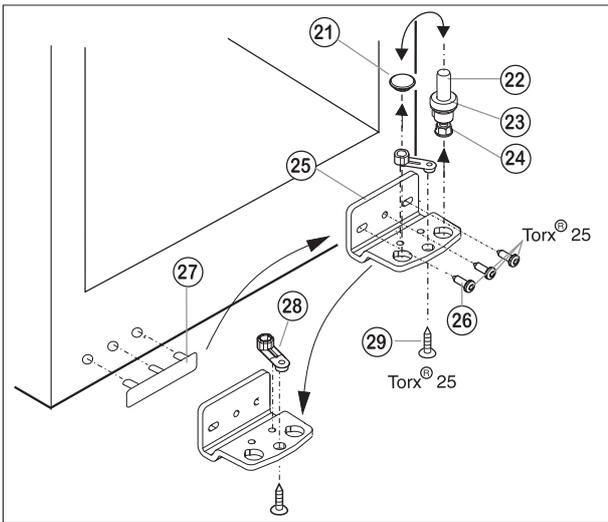

Рис. 3
- Выньте опорный штифт Рис. 3(22) вместе с шайбой Рис. 3(23) и ножкой Рис. 3(24).
- Снимите стопор Рис. 3(21).
- Отвинтите Рис. 3(26) дверную петлю Рис. 3(25).
- Отвинтите Рис. 3(29) несущий элемент Рис. 3(28), переставьте его в отверстие расположения петли на противоположной стороне и надежно привинтите на месте.
- Осторожно снимите крышку со стороны ручки Рис. 3(27) и переставьте ее на противоположную сторону.
- Надежно (с крутящим моментом 4 Нм) привинтите дверную петлю Рис. 3(25) на стороне нового расположения петли, можно использовать аккумуляторный шуруповерт.
- Вставьте стопор Рис. 3(21) в отверстие с другой стороны.
- Вставьте опорный штифт Рис. 3(22) вместе с шайбой и ножкой. При выполнении этой операции обратите внимание на то, что точки расположения проушин находятся сзади.